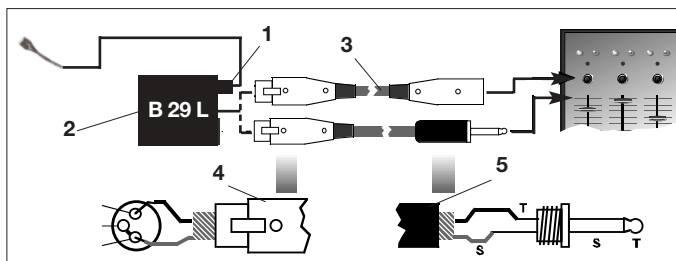

Fig. 3: Esquema de conexión con B 29 L
Ver Fig. 3.
- Ver Fig. 3.
2. Conecte el B 29 L (2) a la entrada deseada.
- Para conectar el micrófono a una entrada balanceada, utilice un cable XLR común (3) en venta en cualquier tienda del ramo.